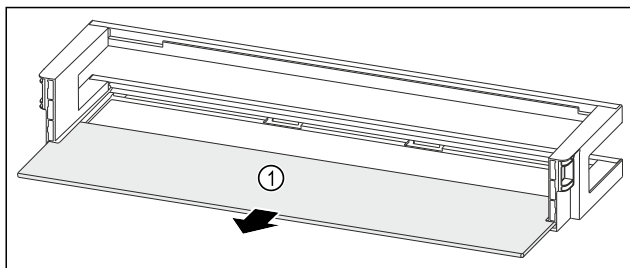

Fig. 201 Polica u vratima s policom za odlaganje
- Izvadite policu Fig. 201 (1).